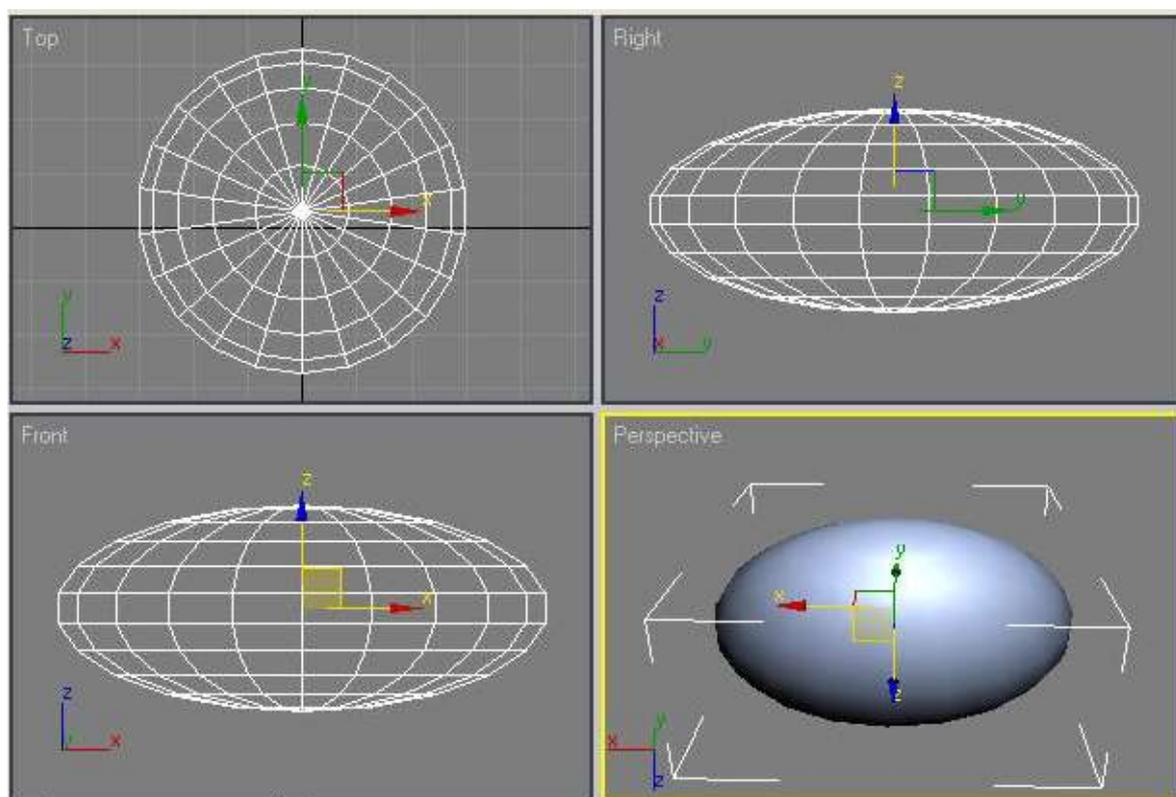

Рис. 20 – Вид защитной сетки после выполнения операции **Scale (Масштабирование)**
1. Для создания защитной сетки будем использовать стандартный примитив **Sphere (Сфера)**. Перейдите в окно проекции Top (Сверху) и, щелкнув в центре модели лопастей вентилятора, создайте объект с радиусом, достаточным для того, чтобы охватить модель. Перейдите в окно проекции Perspective (Перспектива) и уменьшите объект при помощи операции **Scale (Масштабирование)** вдоль оси Z (рис. 20).